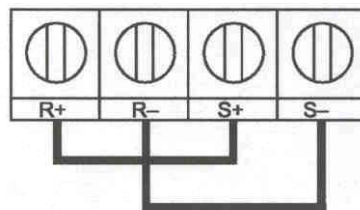

Figura D.3 RS-485 Conexión de la comunicación
- 3.- Cuando usa comunicación RS-485, conecte S+ a R+, y S- a R-, en las terminales de la Tarjeta del circuito de control tarjeta terminal. Vea figura D.3